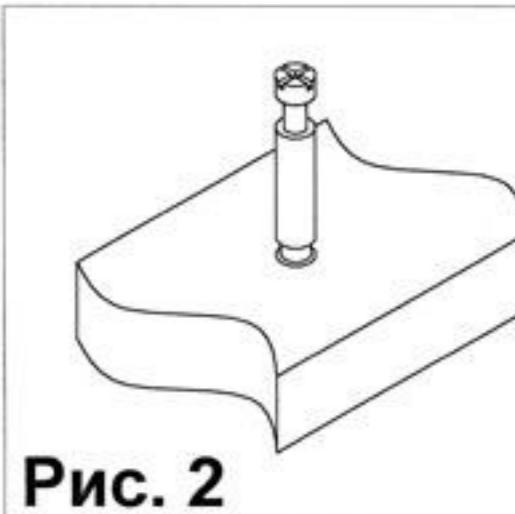

Рис. 2
2. Прикрутить к столешнице 8 опору (15) при помощи саморезов (20).
Закрутить дюбеля стяжек (4) в муфты столешницы (8) (см. рис.2)
3. Соединить столешницу (8) с каркасом стола. Фиксацию стяжек-растекс(3) произвести путем поворота их по часовой стрелке. Вставить заглушку (16) в столешницу 8. Собрать выдвижные ящики